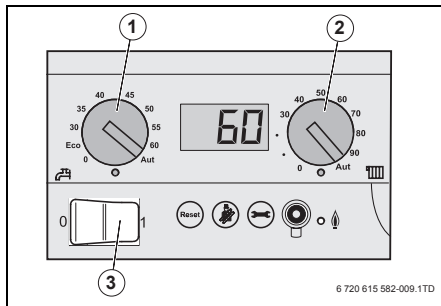

Fig. 9 Panoul de comandă al controlerului de bază
- ▶ Setează întrerupător principal (→ fig. 9, [3], pagina 35) de la nivelul panoului de comandă la „1” (Por).